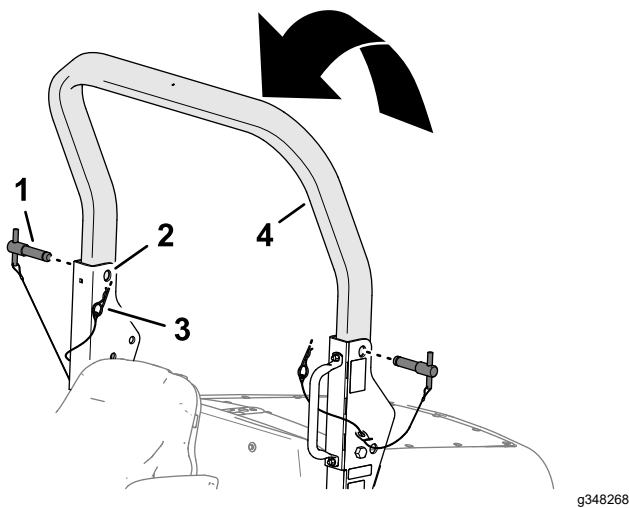

Figura 32
3. Sollevate il roll bar superiore sinché i suoi fori non sono allineati con le staffe orientabili (Figura 32).
- Inserite i perni del roll bar nei fori superiori delle staffe orientabili e nel roll bar superiore (Figura 32).
- Fissate i perni del roll bar alle staffe orientabili con le coppiglie (Figura 32).